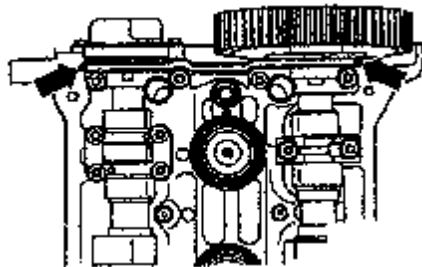

图 4-67 密封双列轴承盖/气缸盖
(3) 如图 4-67 所示,用小螺丝刀在双列轴承盖与气缸盖之间的密封面的两边缘仔细涂上一层薄薄的 D454 300 02 密封剂(箭头所示)。